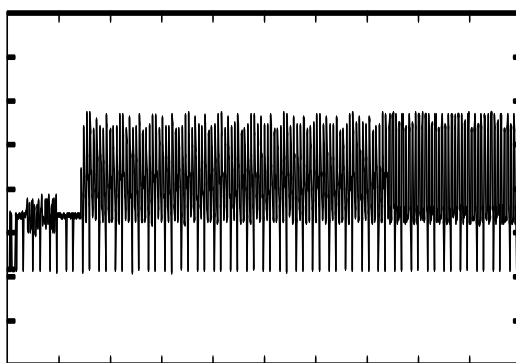

figura 4
- La imagen observada corresponde a los 10 primeros milisegundos de la trama de TV. El tren de sincronización es perfectamente visible al inicio de la pantalla (figura 4).